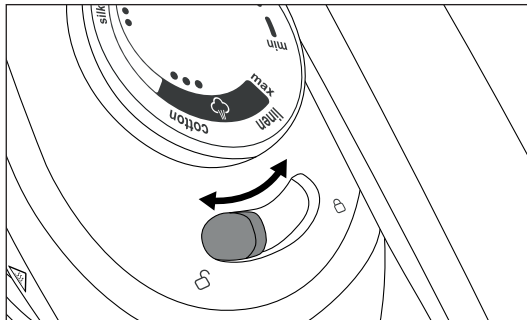

Fig. 14
- ▶ Acione sempre o botão de bloqueio ④ quando pretender transportar o aparelho. Deste modo evita-se que o ferro de engomar escorregue da superfície de colocação ⑥ e caia.
- ▶ Durante o transporte, agarre o aparelho sempre pela pega do ferro de engomar e não pela pega do depósito de água ⑩. O depósito de água ⑩ poderia soltar-se da estação base e o aparelho poderia cair e ficar danificado.
- ◆ Antes de transportar o aparelho, desloque o botão de bloqueio ④ no ferro de engomar na direção do símbolo de cadeado fechado  (ver fig. 14). O ferro de engomar está bloqueado sobre a superfície de colocação ⑥ e não pode cair.
- ◆ Para este fim, desloque o botão de bloqueio ④ no ferro de engomar na direção do símbolo de cadeado aberto  para o desbloquear (ver fig. 14).